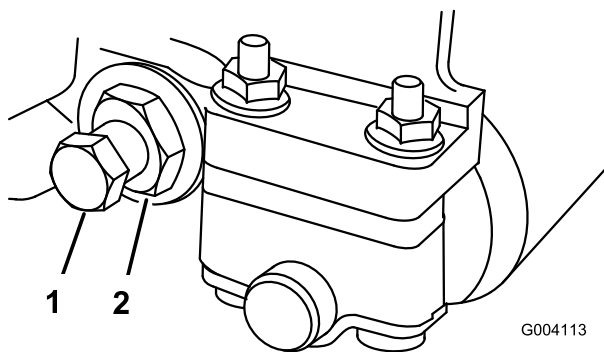
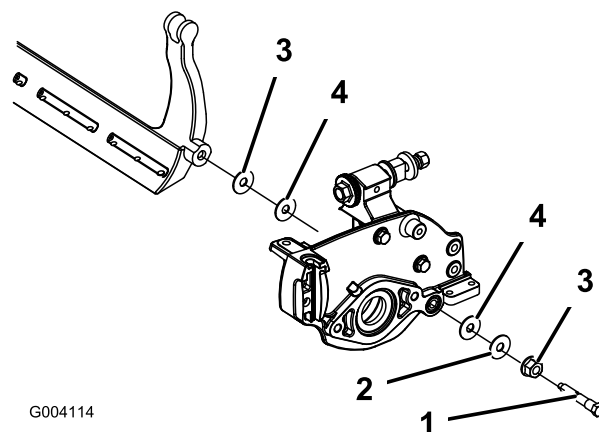

Figura 20
Figura 21
3. Desaperte a porca de bloqueio que segura a cavilha da barra de apoio, em cada um dos lados da máquina (Figura 20).
4. Remova cada uma das cavilhas da barra de apoio, de modo a permitir puxá-la e retirá-la da máquina (Figura 20). Guarde as duas anilhas de nylon e a anilha de aço prensado de cada uma das extremidades da barra de apoio (Figura 21).
2. Fixe a barra de apoio a cada um dos lados da placa lateral com as cavilhas (porcas flangeadas nas cavilhas) e com as 6 arruelas. Deve colocar uma anilha de nylon em cada um dos lados da placa lateral. Coloque uma arruela de aço no exterior de cada uma das arruelas de nylon (Figura 21). Aperte os parafusos da barra de suporte a 27-36 Nm. Aperte as porcas de fixação até que a arruela exterior pare de rodar e a folga seja removida, mas não aperte demasiado ou danifica as placas laterais. As arruelas podem ter uma folga interna.